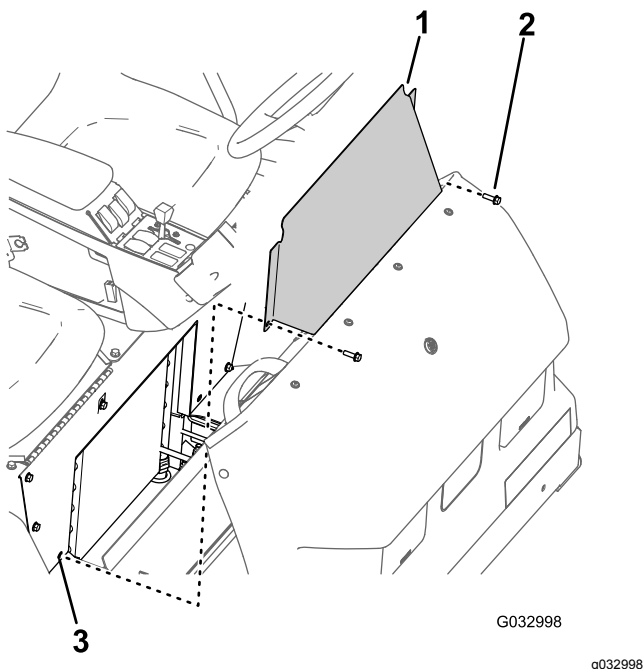

Рисунок 61
1. Выверните два болта с фланцевыми головками, которые крепят панель доступа к основанию сиденья (Рисунок 61).
2. Снимите панель доступа к основанию сиденья с машины (Рисунок 61).
1. Совместите отверстия в панели доступа к основанию сиденья с отверстиями в основании сиденья (Рисунок 61).
2. Присоедините панель доступа к основанию сиденья с помощью двух болтов с фланцевыми головками (Рисунок 61), снятых при выполнении пункта 1 в разделе Демонтаж панели доступа к основанию сиденья \(страница 58\).